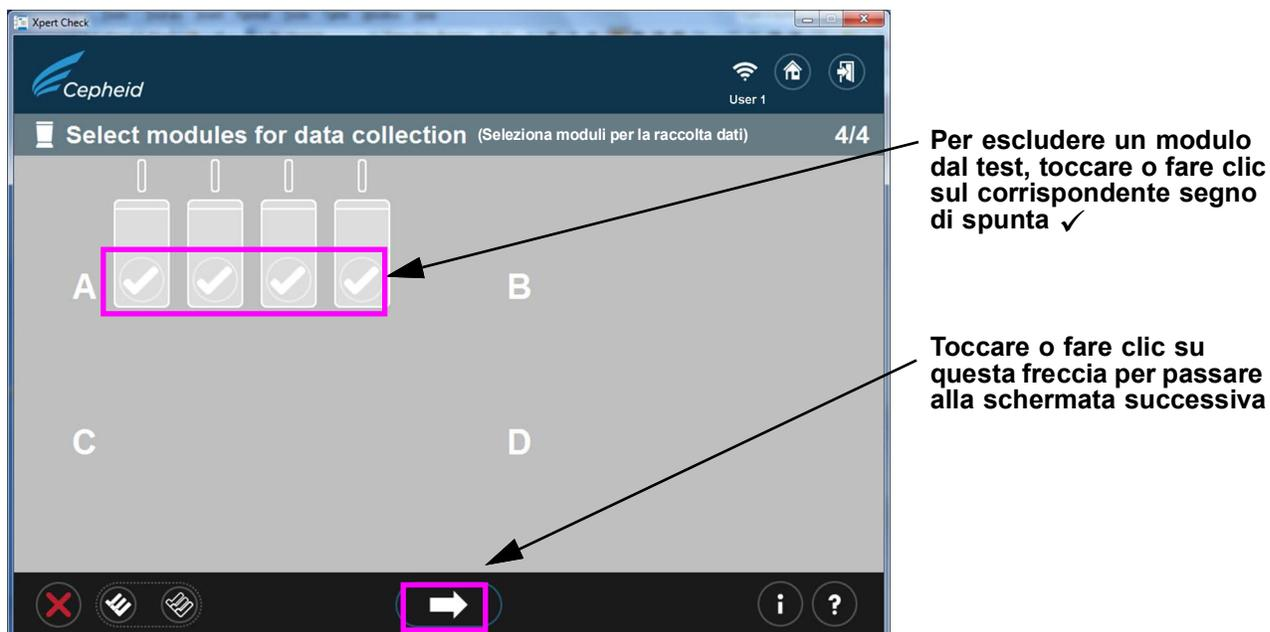
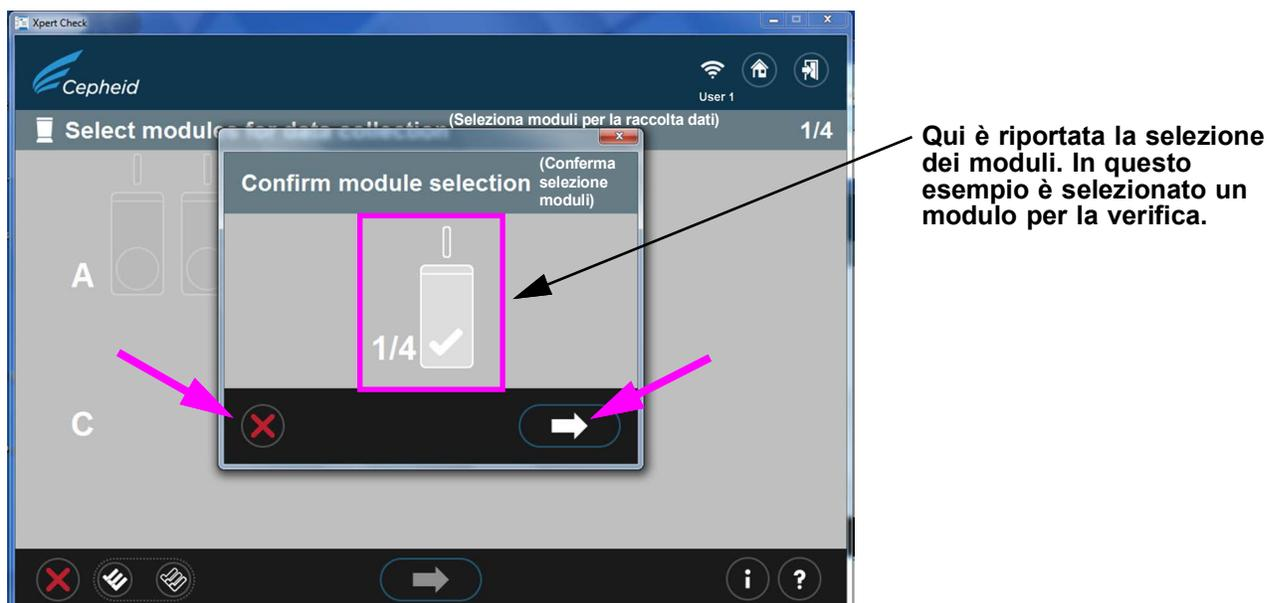

Figura 2-11. Schermata Seleziona moduli per raccolta dati (Select modules for data collection)
Figura 2-12. Schermata Conferma selezione moduli (Confirm module selection)
Si osservi che la schermata Preparazione moduli (Module preparation) apparirà solo se il firmware nei moduli è diverso dal 3.0.3. La schermata indica che il software sta eseguendo l'upgrade/downgrade del firmware per i moduli. La schermata successiva che verrà visualizzata è quella riportata nella Figura 2-11, la schermata Seleziona moduli (Select modules).
12. Seguire le istruzioni su schermo del software riportate nella Figura 2-11. Per impostazione predefinita, tutti i moduli rilevati verranno contrassegnati come selezionati per la verifica.
13. Dopo aver confermato la selezione dei moduli, come illustrato nella Figura 2-11, toccare o fare clic sulla freccia bianca in basso nella schermata per iniziare la scansione delle cartucce. Se la selezione dei moduli è errata, toccare o fare clic sulla X rossa nell'angolo in basso a sinistra per tornare alla schermata Seleziona moduli (Select Modules) e cambiare la selezione. Vedere la Figura 2-12.